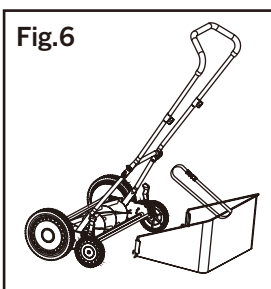

Fig. 6
- Placez les crochets à l'arrière du panier à herbe sur l'arbre du rouleau. Fixez le panier à la poignée inférieure à l'aide de la sangle fournie. (Fig.6).